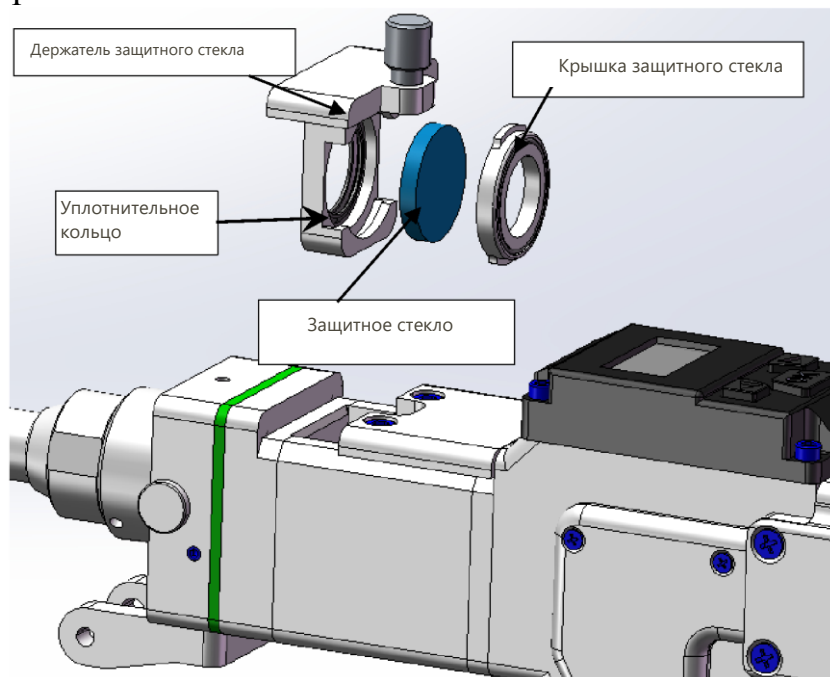

Рис. 12 Разнесенная схема защитного стекла аппарата HW970
1. Как показано на Рис. 12, ослабьте стопорные винты, зажмите обе стороны выдвижного держателя линзы и медленно вытащите держатель защитной линзы;